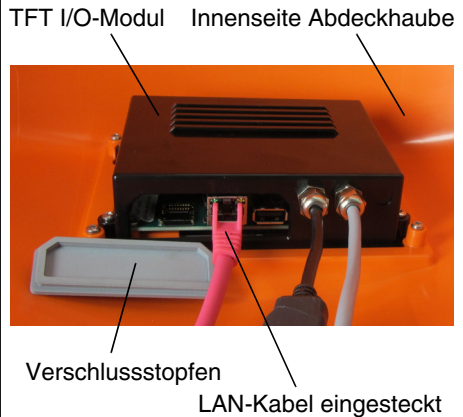

Abb. 25: LAN-Steckdose am TFT I/O-Modul
- LAN-Kabel in die LAN-Steckdose des TFT I/O-Moduls einstecken (siehe Abb. 25).